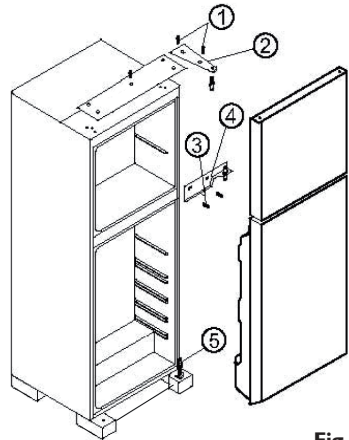

Fig. 1
- Verwijder de schroeven om het scharnier te verwijderen (afb. 1, nr. 1 en 2), verwijder de deur van het bovenste compartiment en zet deze op een veilige plaats.
- Draai de schroeven van het scharnier tussen de twee deuren los en verwijder de scharnier. (afb. 1, nr. 3 en 4)
- Til de onderste deur van de scharnierpen (afb. 1, nr. 5) en zet deze op een veilige plaats.